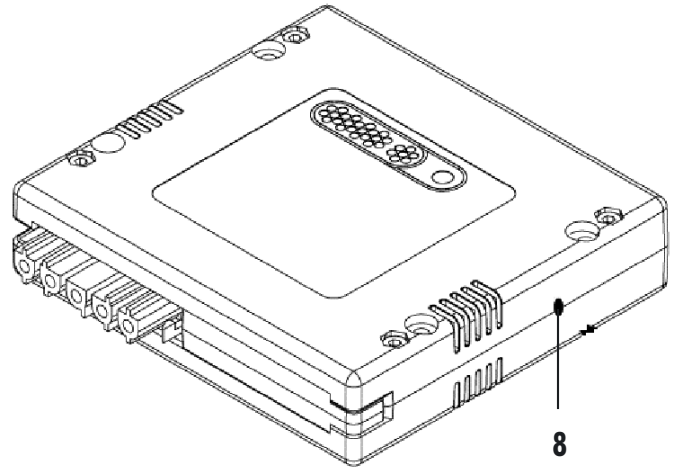

Abb. 7
1. Drücken Sie die Einstellungstaste [8] der Steuereinheit (siehe Abb. 7) und halten Sie sie gedrückt. Nach 10 Sekunden gibt die Steuereinheit einen Summton ab und kurz darauf einen weiteren Summton. Lassen Sie die Einstellungstaste los.
1. Drücken Sie die Einstellungstaste der Steuereinheit [8] (siehe Abb. 7) und halten Sie sie gedrückt. Nach 10 Sekunden gibt die Steuereinheit einen Summton ab und kurz darauf einen weiteren Summton. Lassen Sie die Einstellungstaste los.